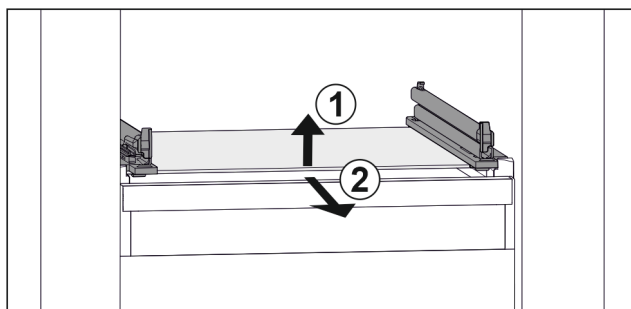

Fig. 62 Příklad znázornění skleněné desky
- ▶ Nadzvedněte skleněnou desku vpředu. Fig. 62 (1)
- ▶ Vyjměte skleněnou desku dopředu. Fig. 62 (2)